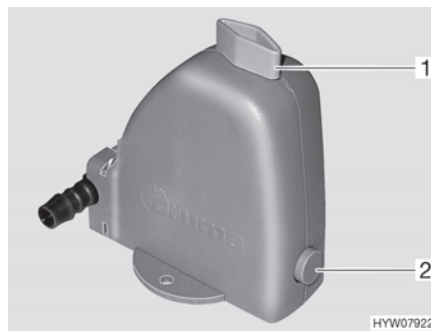

Fig. 177 Valve de sécurité et de vidange
Le chauffage est équipé d'une valve de sécurité et de vidange (Fig. 177). La valve de sécurité et de vidange évite que l'eau destinée à la préparation d'eau chaude ne gèle lorsqu'en cas de gèle, le chauffage n'est pas en marche.
- Fermer la valve de sécurité et de vidange. Tourner pour cela le bouton rotatif (Fig. 177,1) dans le sens transversal par rapport à la valve de sécurité et de vidange et enfoncer le bouton-poussoir (Fig. 177,2).
- Ouvrir la valve de sécurité et de vidange. Tourner le bouton rotatif (Fig. 177,1) dans le sens longitudinal par rapport à la valve de sécurité et de vidange. Le bouton-poussoir (Fig. 177,2) ressort. Le récipient d'eau sanitaire est vidé via la valve de sécurité et de vidange.